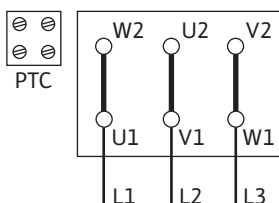
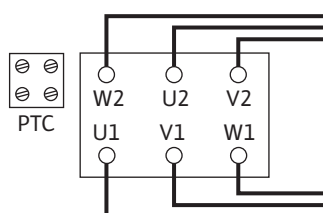

Fig. 10: Pomire Y-Δ
Fig. 11: Comutare Δ
- Alimentarea electrică depinde de puterea motorului P2, de alimentarea electrică și de tipul de pornire. Comutarea necesară a punților de conexiune în cutia de borne se găsește în tabelul următor și în Fig. 10 și Fig. 11.
Pornire Y-Δ (standard)	Îndepărtați punțile de conexiune (Fig. 10).
Pornire prin demaror progresiv	Comutare Δ (Fig. 11)